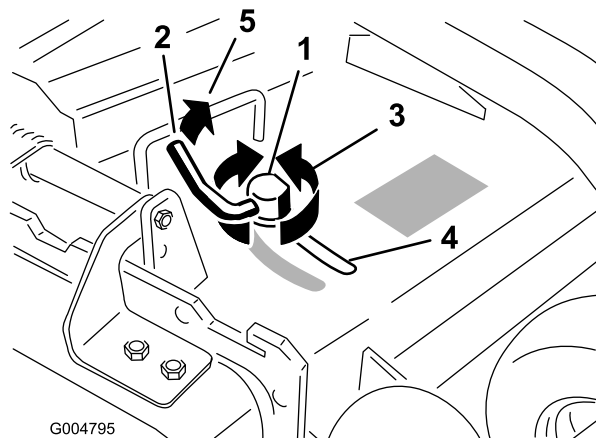

図 29
3. カム・ロックを調整するときは、レバー（図 29）を上にもわしてゆるめて行なう。
5. 調整ができたならレバーを締めてバップルとカム・ロックを固定する（図 29）。